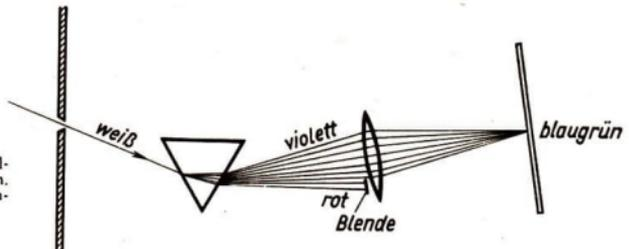

Abb. 213
**2. Mischfarben - Ergänzungsfarben.** Wir stellen nochmals hinter das Prisma eine Sammellinse in den farbigen Strahlengang, blenden aber die roten Strahlen durch einen vor die Linse gehaltenen schmalen weißen Papierstreifen ab (Abb. 213). Auf dem Schirm erblicken wir einen grünlichen Farbpfleck. Es handelt sich dabei jedoch nicht um das spektrale Grün, sondern um ein Blaugrün, das als *Mischfarbe* aus allen Spektralfarben außer Rot entsteht. Lassen wir nun auch die roten Strahlen durch die Sammellinse gehen, so erhalten wir wieder einen weißen Fleck. *Rot und Grün ergeben zusammen Weiß*. Blendet man andere Farben aus dem Spektrum heraus, so entstehen andere Mischfarben. Sie werden stets durch die abgeblendeten Farben, die auf dem weißen Papierstreifen sichtbar sind, zu Weiß ergänzt. Die bekanntesten Farbenpaare dieser Art sind: Rot—Grün, Orange—Blau, Gelb—Violett. Diese Farben nennt man **Ergänzungsfarben**. Wir erkennen: